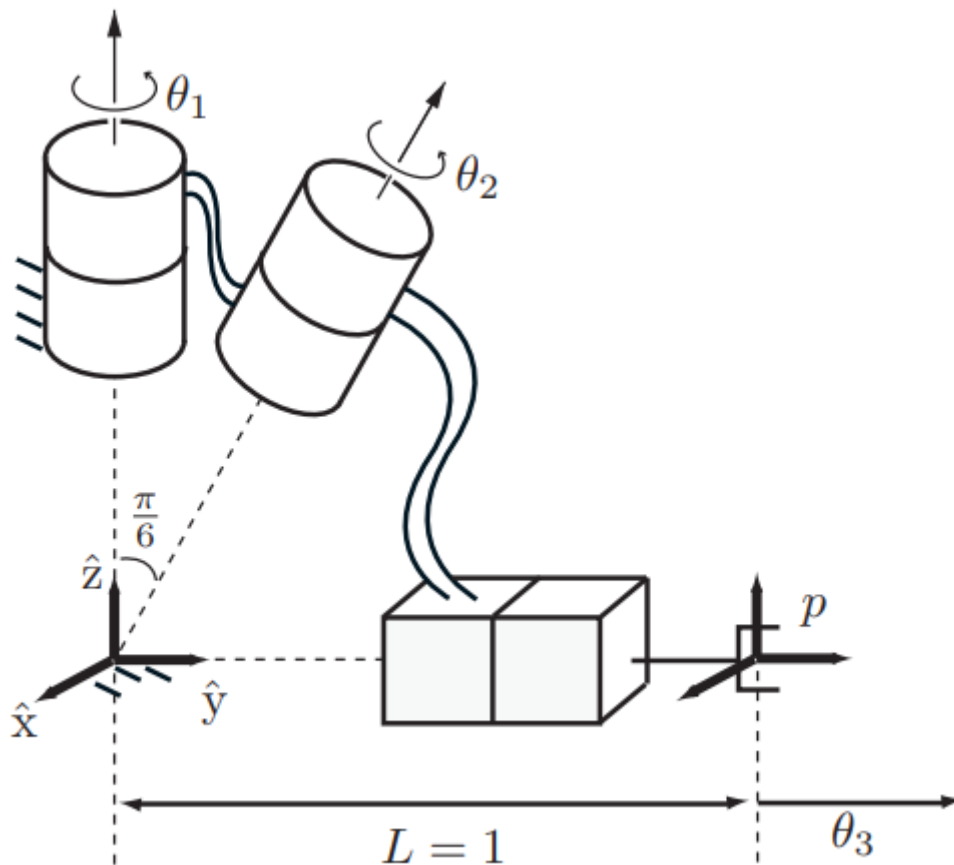

Рисунок 8. Робот 2RP.
6.2 Открытая цепочка робота RRP находится в исходном состоянии (рис. 8). Оси 1 и 2 соединений пересекаются в начале координат, конечный эффектор (p) находится в точке  $(0, 1, 0)$ .